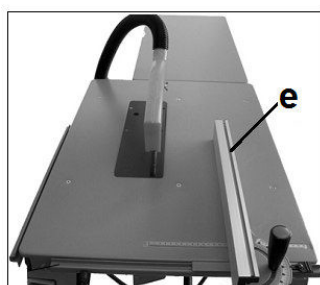

Рис. 17
Прикрепите алюминиевый профиль (е) к корпусу параллельного упора с помощью 2 болтов и гаек-барашков (f, Рис. 17, 18).
- Для пиления широких заготовок используется в вертикальном положении (Рис. 17):